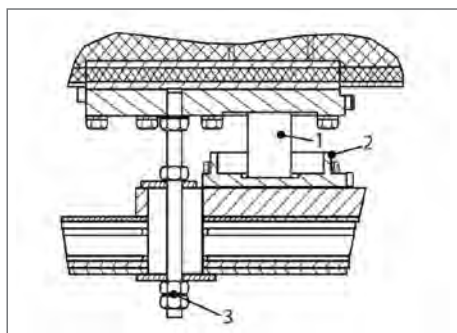

Fig. 76
5. Para comprobar que la célula de pesaje (Fig. 76 | 1) está libre, zarandéela ligeramente sobre el cable de seguridad que hay entre la pieza de pesaje y la de apoyo (ver Fig. 76 | 2) del Palletank®.
6. Asegure con dos tuercas la varilla roscada bajo el bastidor del depósito (Fig. 76 | 3).